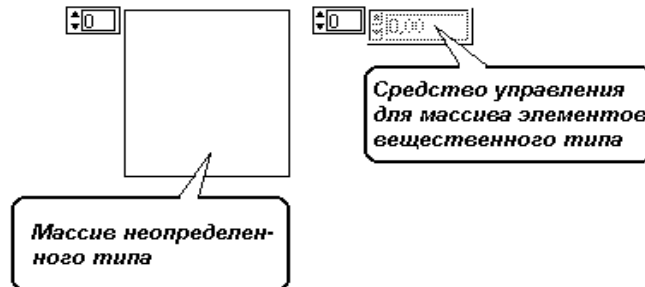

Рисунок 3.12. Этапы определения элементов типа «Массив»
3.4.1. Массивы. Выберите из палитры «Array & Cluster» («Массив и кластер») и разместите на лицевой панели пиктограмму объекта типа «Array» («Массив»). Пока тип элементов массива не определен, объект представляет собой пустую квадратную рамку. Для того, чтобы назначить для объекта конкретный тип данных, щелкните правой кнопкой мыши внутри рамки и выберите из всплывающего меню средство управления или индикатор желаемого типа (см. рисунок 3.12).